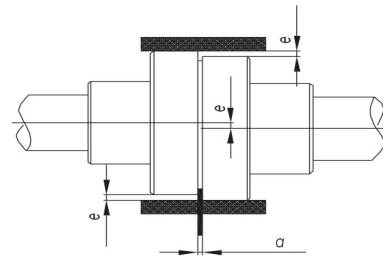

Figura 10. Alineación de un acoplamiento elástico
- Para el ajuste del acoplamiento se necesita una pieza metálica (regla o manómetro de acero, etc.) y una pinza de precisión (se debe utilizar un equipo especial para un ajuste muy fino y preciso). El desplazamiento axial del acoplamiento (ver Figura 10) no debe superar 0,1 mm.